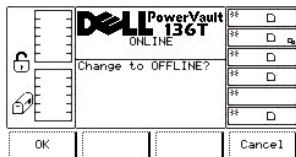

Abbildung 16. Dialogfeld "Offline Confirmation"
- 1 Der Bildschirm "Offline Confirmation" wird angezeigt. (siehe Abbildung 16).